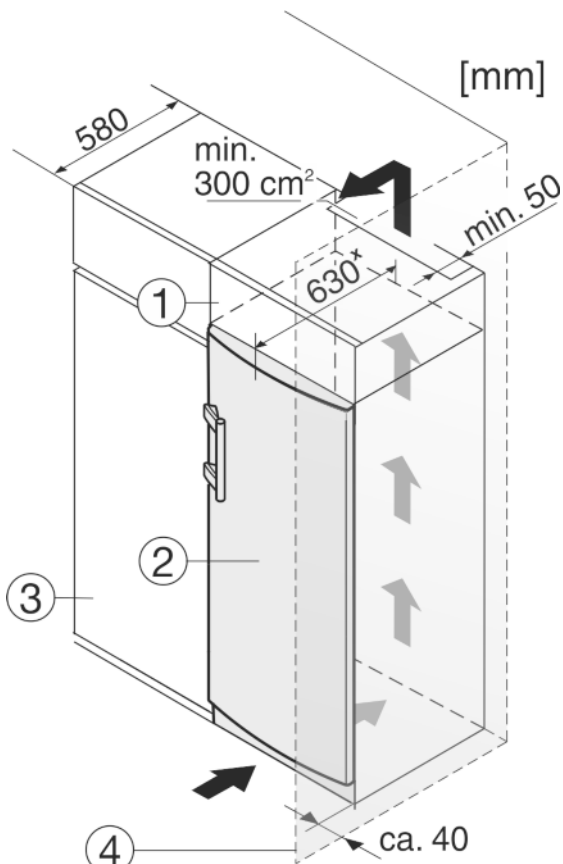

Fig. 8
- (1) Шафа для встановлення на пристрій
(2) Пристрій
(3) Кухонна шафа
(4) Стінка
Пристрій можна комбінувати з кухонними шафами. Для того, щоб пристрій Fig. 8 (2) вирівняти по висоті кухонної секції, на пристрій можна встановити антресольну секцію Fig. 8 (1).
У разі комбінування з кухонними шафами (максимальна глибина 580 мм) пристрій можна встановлювати безпосередньо поряд із кухонною шафою Fig. 8 (3). Пристрій виступає збоку на 34 мм* і посередині на 50 мм* відносно передньої панелі кухонної шафи.
Якщо пристрій встановлюється поряд зі стінкою Fig. 8 (4), відстань між пристроєм та стінкою повинна бути не менше 40 мм. Це відповідає необхідній відстані для ручки після відкриття дверцят.